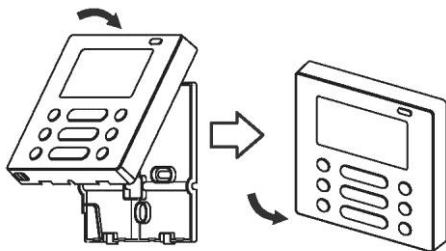

Fig 3-11
- Al colocar la caja superior evite que los cables queden atrapados. (Fig 3-11)